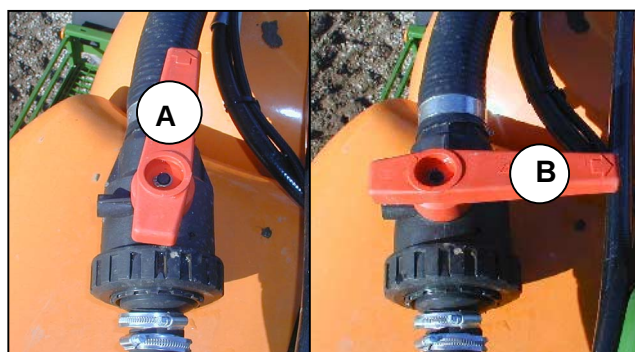

Рис. 10.9
- Трехходовой кран (Рис. 10.9)
- для наполнения бака опрыскивателя для рабочего раствора переместите в направлении движения потока (Рис. 10.9/А).
- для наполнения бака для промывочной воды переместите поперек к направлению движения потока (Рис. 10.9/В).